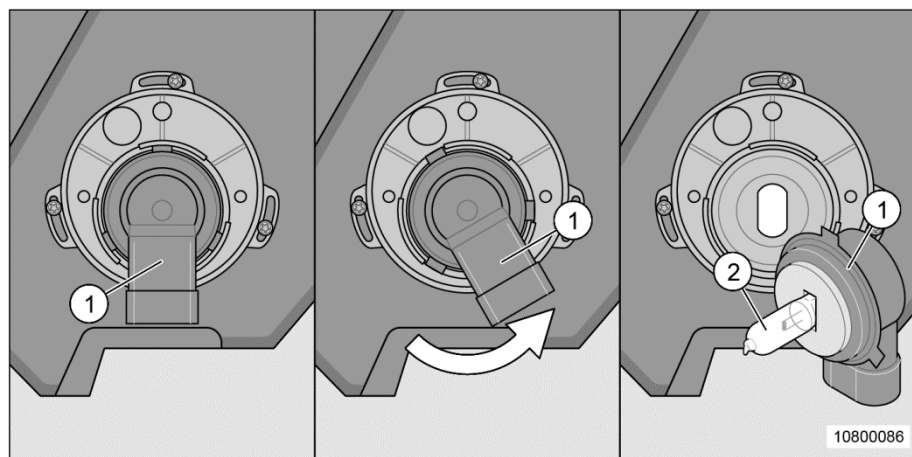

Fig. 173 Remplacement de l'ampoule du feu de croisement et du feu de route
Si, en remplaçant l'ampoule au niveau de l'éclairage avant (Fig. 173), on travaille avec un outil non approprié ou si le câble est trop sollicité, il y a risque de détérioration.
1. Tourner le culot (Fig. 173/1) dans le sens anti-horaire jusqu'en butée.
2. Retirer prudemment le culot (Fig. 173/1) en veillant à le tenir bien droit.
3. Retirer l'ampoule (Fig. 173/2) du culot et la remplacer.